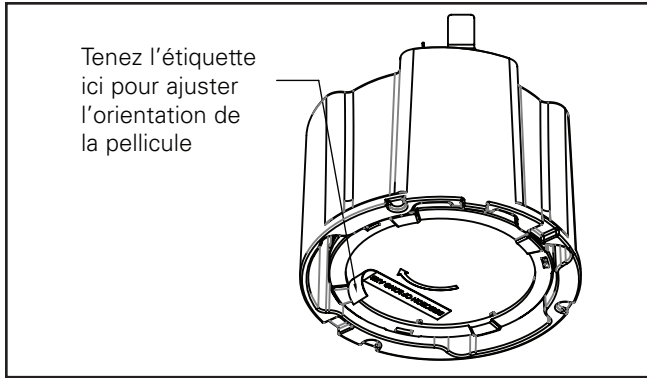

Figure 23.
8. Pour ajuster l'orientation de la pellicule asymétrique, tenez la languette de l'étiquette et tournez-la dans la position souhaitée. (Figure 23).